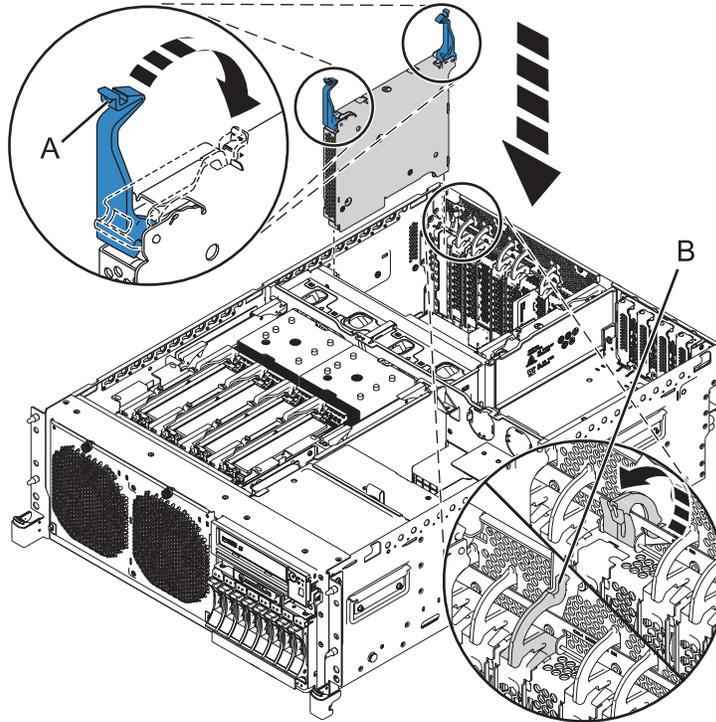
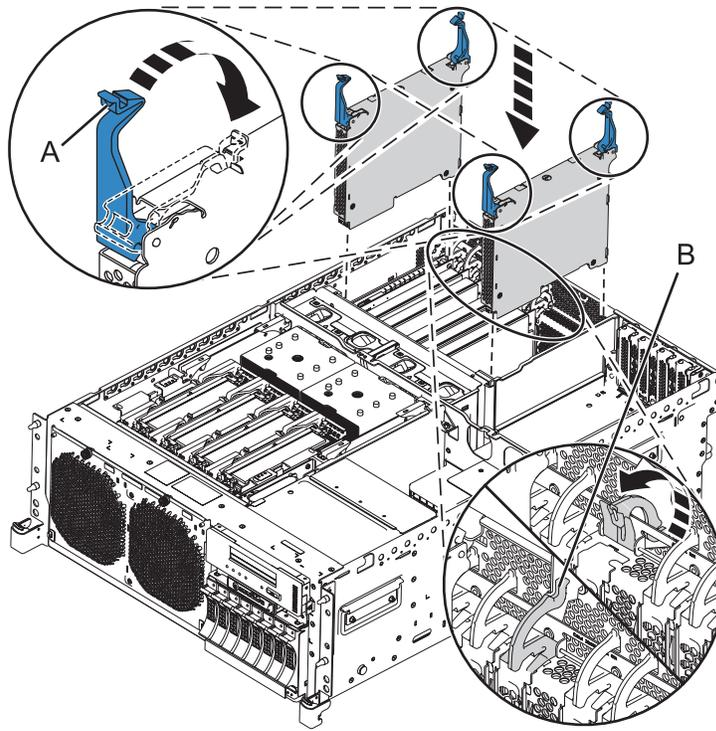

Figura 9. Instalación del adaptador GX en un sistema 8202-E4B o 8205-E6B montado en bastidor
Figura 10. Instalación del adaptador GX (FC EJ03) en un sistema 8202-E4C, 8202-E4D, 8205-E6C o 8205-E6D montado en bastidor
3. Gire de forma uniforme los pestillos (**A**) a la posición de bloqueo, como se muestra en Figura 9 en la página 12 y Figura 10 en la página 12.